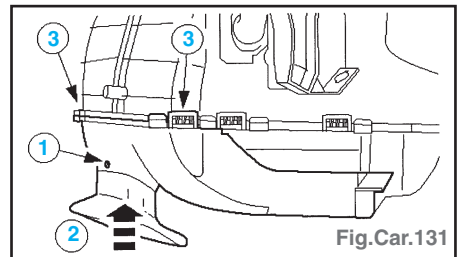

Fig.Car.131
- Déposer le boîtier de gaine d'air de radiateur de chauffage (Fig.Car.131) :
- déposer la vis de fixation de gaine d'air (1),
- relever la gaine d'air (2),
- libérer les languettes de fixation (3).